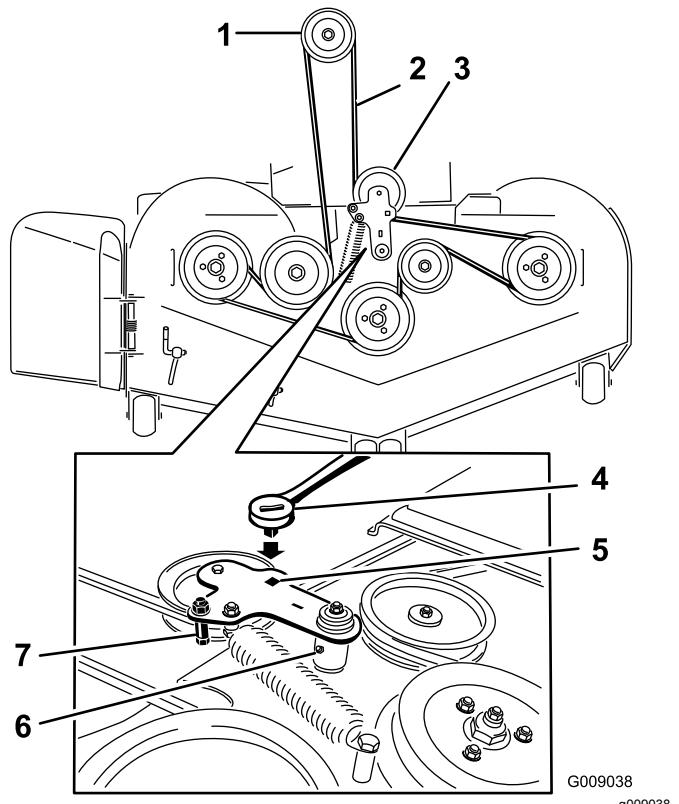

Bild 95
8. Setzen Sie eine Ratsche in das rechteckige Loch im Spannarm ein, um die Spannung an der Spannscheibenfeder zu lösen (Bild 95).
10. Verlegen Sie den neuen Riemen um die Mähwerk- und Bremsspannscheiben unter dem Motor (Bild 95).
11. Drehen Sie die Riemenführungsnahe und stellen Sie sicher, dass sie gegen den Drehzapfenhub anschlägt (Bild 95).
12. Setzen Sie eine Ratsche in das rechteckige Loch ein und verlegen Sie den Riemen um die gefederte Spannscheibe (Bild 95). Setzen Sie die Federenden in den Verankerungsrillen ein.